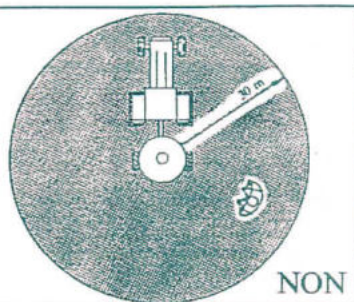

Fig. 3
- L'opérateur ne doit pas travailler en présence de personnes exposées dans la zone de distribution de l'engrais (fig. 3).